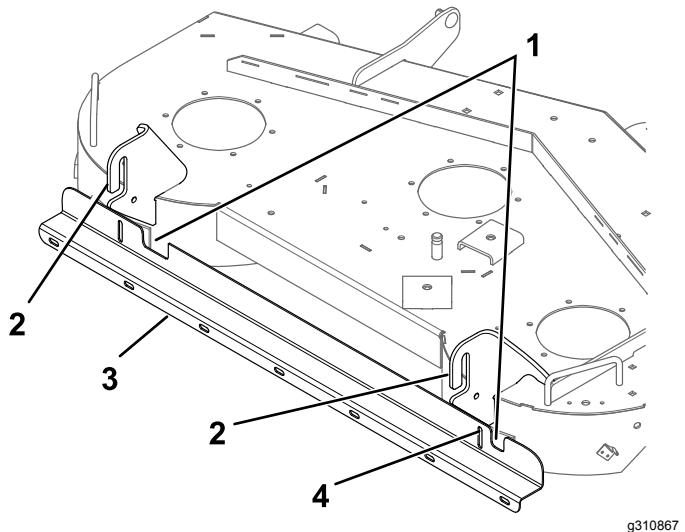

Bild 3
3. Verwenden Sie die Halterung als Schablone und markieren und bohren Sie mit einem 9/32" Bohrer ein Loch in die rechte Kufe (Bild 3).